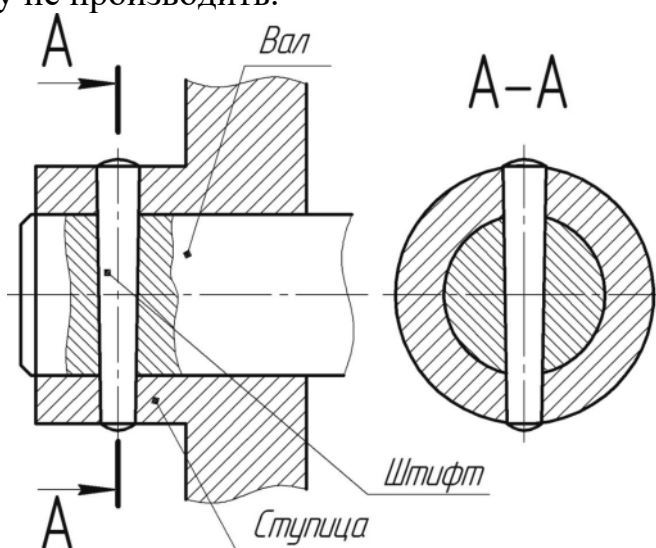

Рис. 2 Пример штифтового соединения
1. Сконструировать и изготовить макет штифтового соединения (Рис. 2).